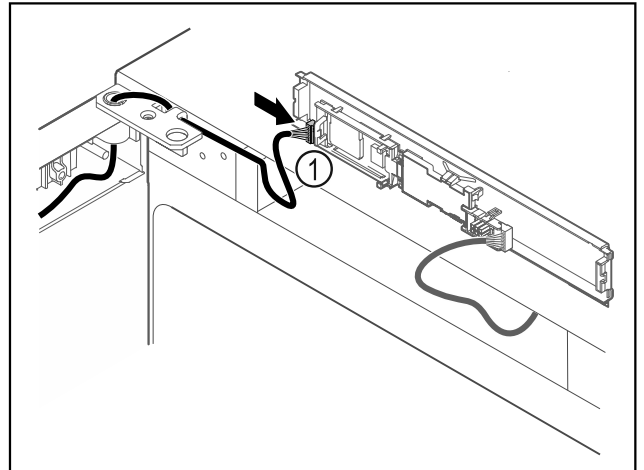

Fig. 60
- ▶ Συνδέστε το φιν *Fig. 60 (1)* στην πλακέτα.